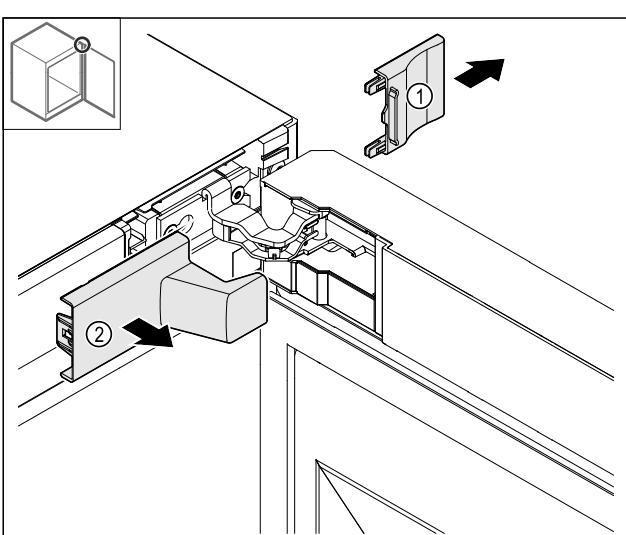

Fig. 13
- ▶ Noņemiet pārsegu Fig. 13 (1) un tad Fig. 13 (2).